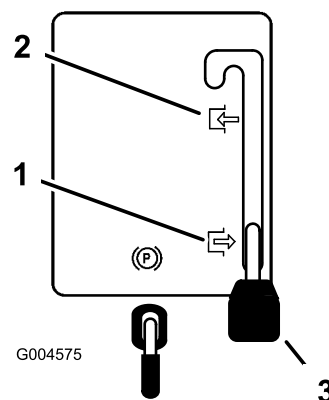

Figura 10
2. Ponga la palanca de control de las cuchillas (PTO) en Engranado (Figura 10).
2. Ponga la palanca de control de las cuchillas (PTO) en Desengranado (Figura 10).
4. Ponga la palanca de control de las cuchillas (PTO) en Desengranado (Figura 10).